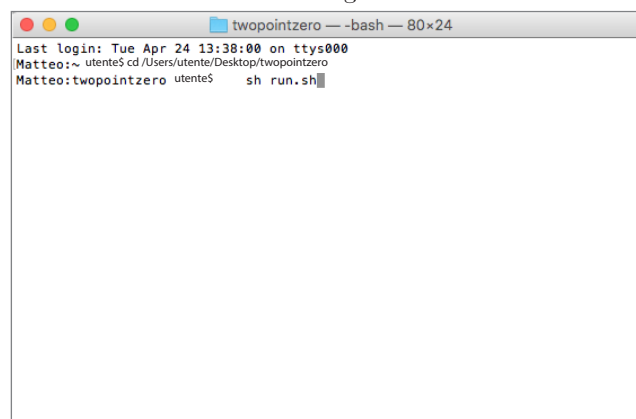

Abbildung 2-11
- Geben Sie **sh run.sh** ein und drücken Sie die Eingabetaste (Abbildung 2-11)